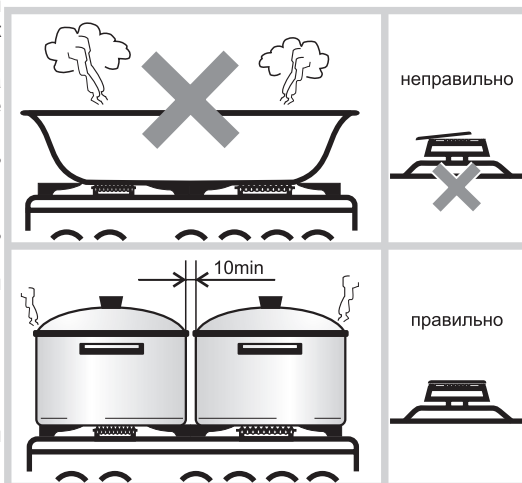

Рис. 13
- Размеры посуды (см. таблицу 5 и рис. 13) и режим работы горелок нужно выбирать таким образом, чтобы пламя не выходило за края и не «лизало» боковые стенки.